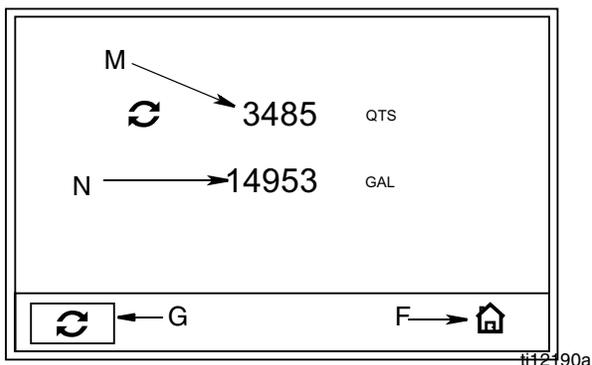

图 26
## 总量屏幕（图 26）
请参见图 26，了解术语 F、G、M - P
2. 按下中间的回车按钮对选择进行确认。将显示“总量”屏幕(图 26)。
3. 使用向左或向右箭头将光标移动到“复位”按钮 (G) 上，将“可复位总量”字段 (M) 复位为零。